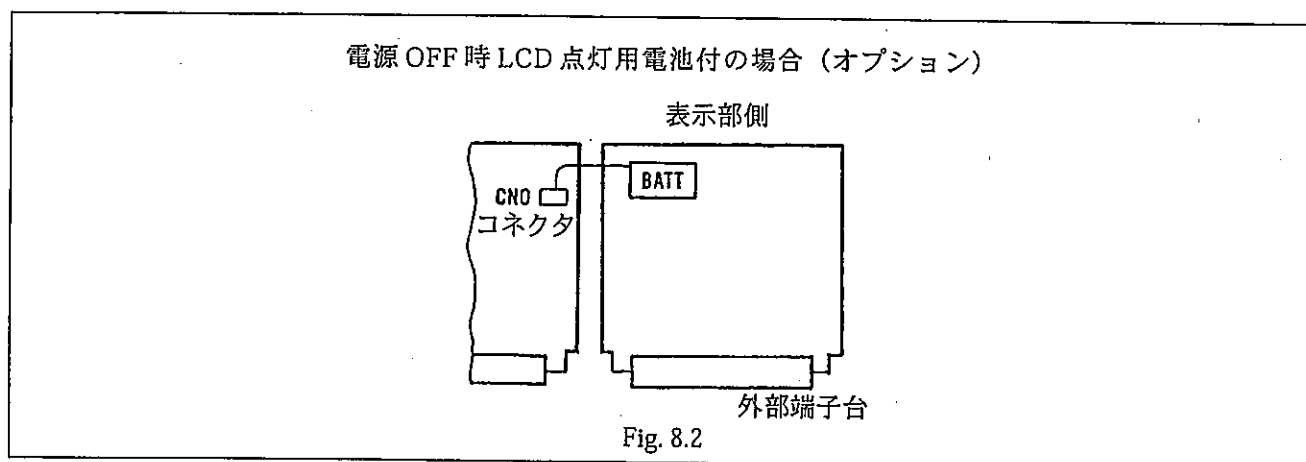

Fig. 8.2
- ② 電池取り付け場所を、Fig.8.2 に示します。
- ③ 電池を固定しているビーズバンドを取り外し、基板に差し込まれているコネクタを外して、新品の電池と交換します。